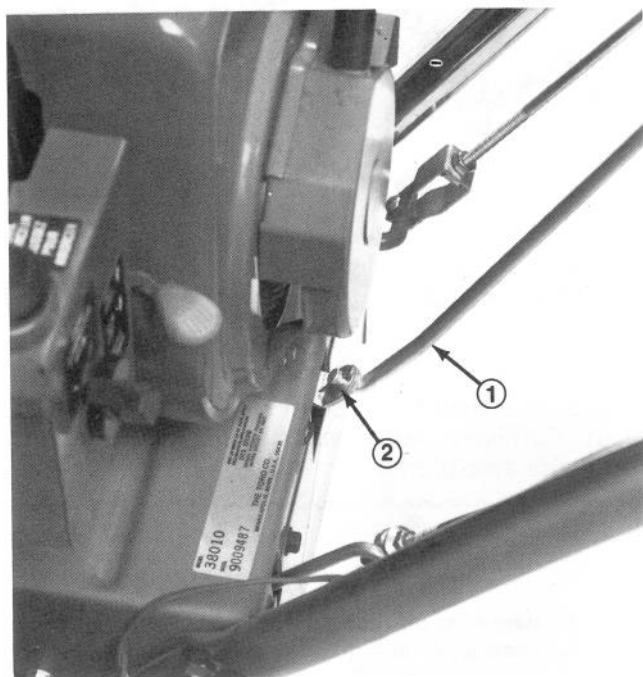

Figure 10
2. Montez la tige de sélecteur de vitesse sur le bras de sélecteur, ajoutez une rondelle plate sur la tige de sélecteur et fixez à l'aide d'une goupille fendue (Fig. 10).